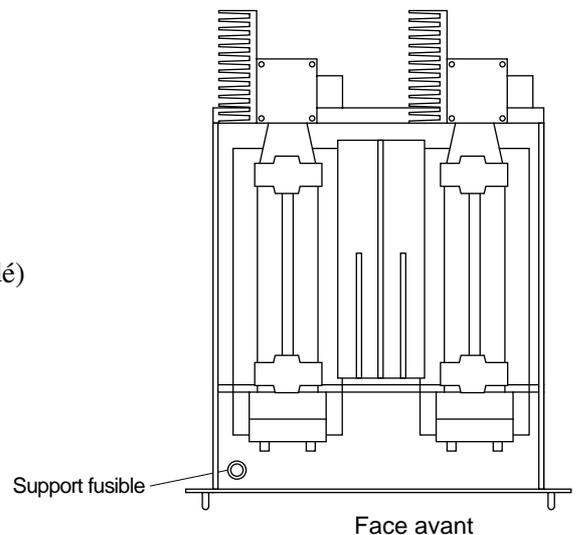

Fig. 7-3
- ① Mettre l'interrupteur de l'analyseur sur OFF
- ② Retirer les vis du couvercle
- ③ Faire glisser le couvercle (voir Fig. 7-3) vers l'arrière et le retirer en le soulevant. Retirer le fusible (250V AC/3A IEC T retardé) de son support et le remplacer par un neuf.
- ④ Remonter le couvercle en sens inverse de la procédure de démontage. Remettre sous tension l'analyseur.